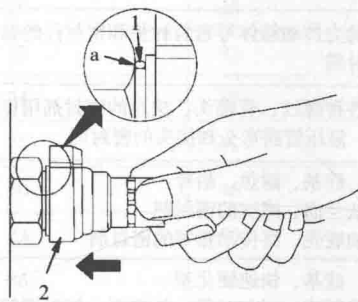

图 1-6 示意图 (6)
(1) 如图 1-6 所示，握住拧紧部分的接口，直直地推动接头体 2，使防滑环 1 与插入端六角部位的连接表面 a 贴合。